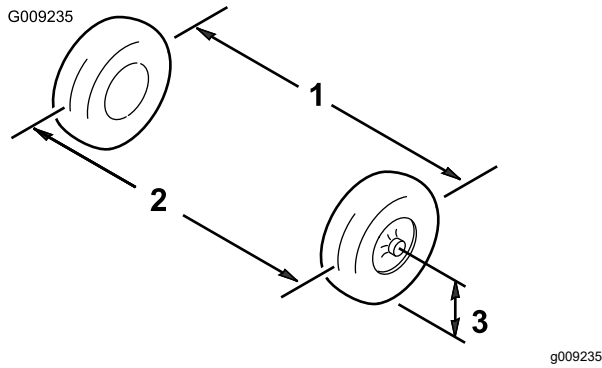

Figure 40
- Mesurez la distance entre les roues avant à hauteur d'essieu, à l'avant et à l'arrière des roues (Figure 40).